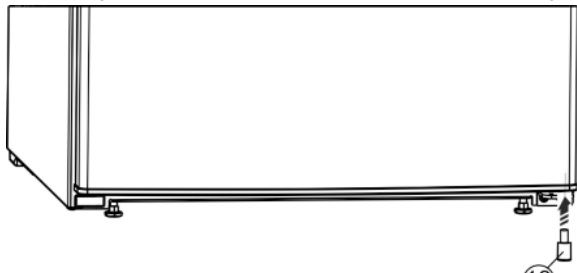

Fig. 8
▶ Знову вставте розпірку Fig. 8 (13) у дверцята внизу справа, оскільки вона потрібна для забезпечення стійкості пристрою.